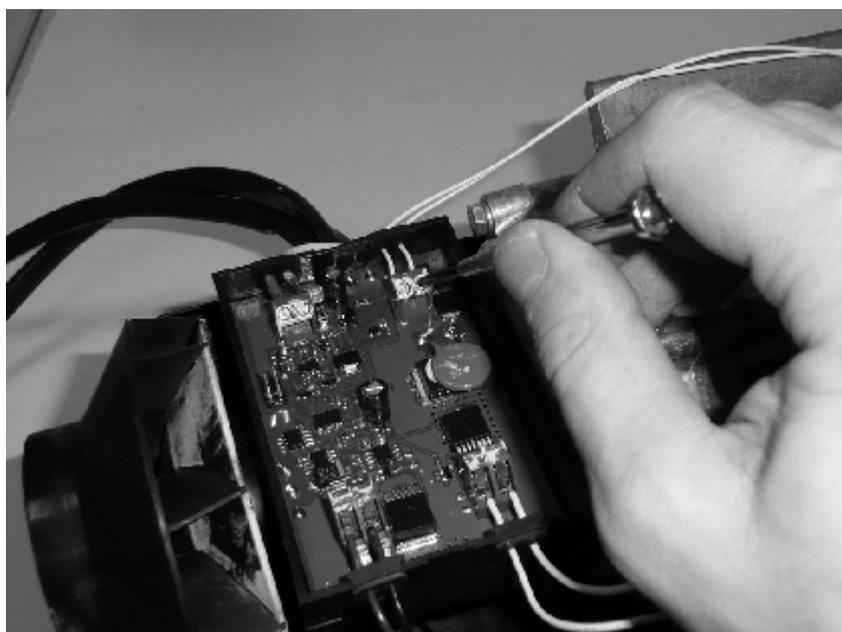

Рисунок 12
- шлицевой отверткой последовательно отвернуть винты крепления проводов электрокомплектующих от разъемов и вынуть их (см. рис. 12);